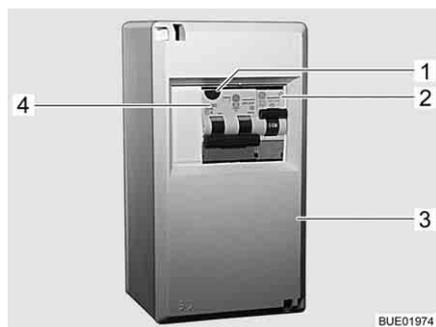

Fig. 181 Caja de fusibles de 230 V
Un interruptor de corriente de defecto / de protección de línea combinado (Fig. 181,4) en la caja de fusibles (Fig. 181,3) protege al vehículo completo de corrientes de defecto (0,03 A).
En los vehículos con equipamiento especial (p. ej. instalación de aire acondicionado), un interruptor de protección de línea adicional (10 A) (Fig. 181,2) protegerá el aparato.
- Si el vehículo está conectado a la alimentación de 230 V, pulsar la tecla de prueba (Fig. 181,1). El interruptor de corriente de defecto debe disparar.